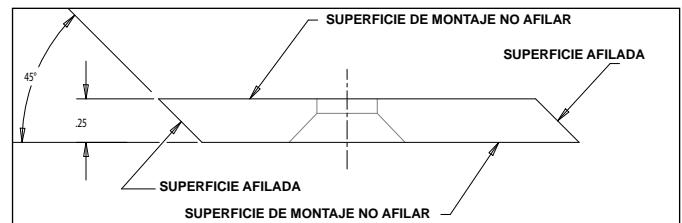

Figura 5.2 - Cuchilla de doble filo
2. Vuelva a amolar el borde en ángulo de las cuchillas chipeadoras a 45 grados (Figura 5.2).